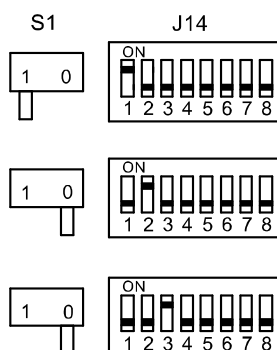

Fig.13 Positions des commutateurs S1 et J14 pour les trois premiers aérothermes d'un système
1. Positionner comme suit les commutateurs S1 et J14 du module de commande (fig. 13):